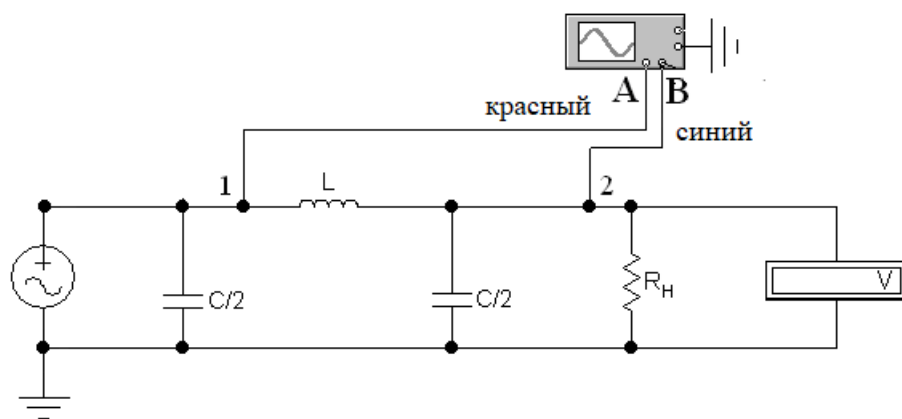

Рисунок 2.1 - Фильтр низкочастотный П-образный
2.2.1 Собрать цепь (рисунок 2.1...2.4), включив в неё исследуемый фильтр согласно заданному варианту (таблица 3.1).